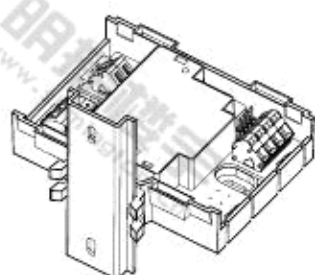

图 2
- 导轨安装 (图 2)
2. 将模块和安装脚按压到导轨上, 直至顶紧 (图 2)。